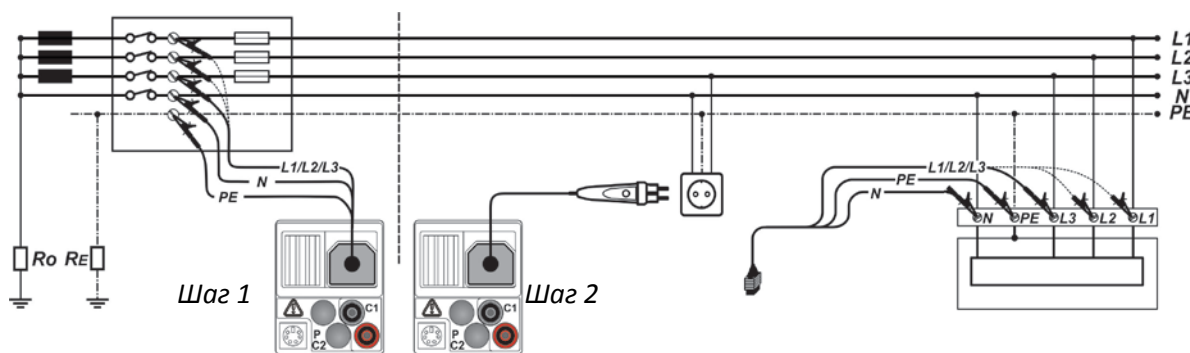

Рисунок 5.33: Измерение падения напряжения линии фаза-нейтраль или фаза-фаза – подключение штепсельного щупа «plug commander» и 3-х проводного тестового кабеля
- **Подключите** измерительную проводку к исходной точке тестируемой электрической установки (см. *Рисунок 5.33: Измерение падения напряжения линии фаза-нейтраль или фаза-фаза – подключение штепсельного щупа «plug commander» и 3-х проводного тестового кабеля*).
- **Подключите** измерительную проводку (выводы) к тестируемым точкам (см. *Рисунок 5.33: Измерение падения напряжения линии фаза-нейтраль или фаза-фаза – подключение штепсельного щупа «plug commander» и 3-х проводного тестового кабеля*).